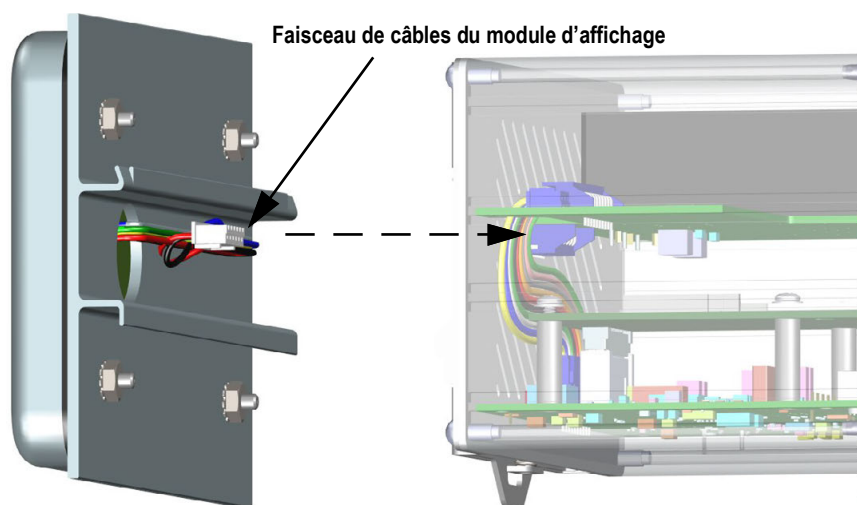

Figure 2-7. Faisceau de câbles du module d'affichage
4. Déconnecter le faisceau de câbles du module d'affichage, comme indiqué sur la Figure 2-7.